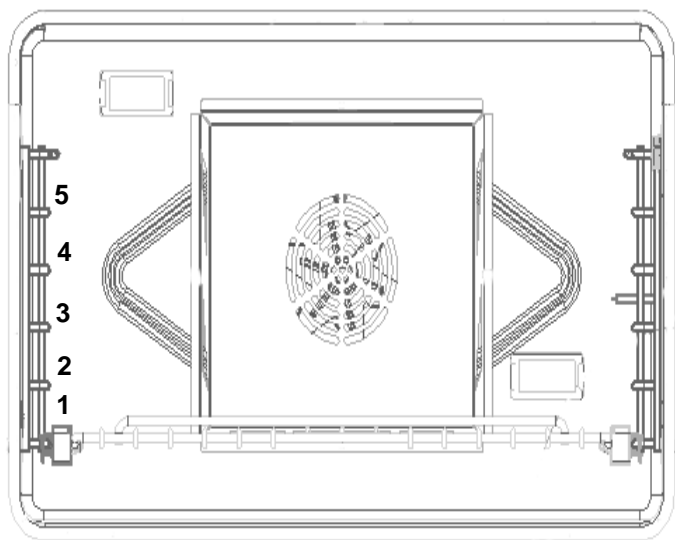

Figura 29: Hornilla principal y posiciones de las rejillas
- Las posiciones de las rejillas en la hornilla están numeradas como un elevador. La posición número uno es la más baja (Figura 29).